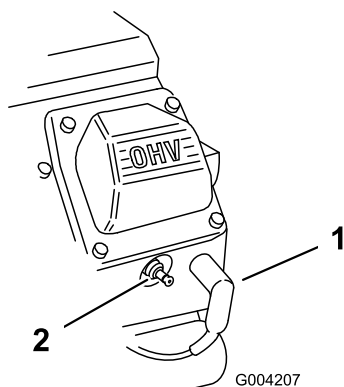

Рисунок 35
3. Снимите провода со свечей зажигания (Рисунок 35).
3. Наденьте провода на свечи зажигания (Рисунок 35).